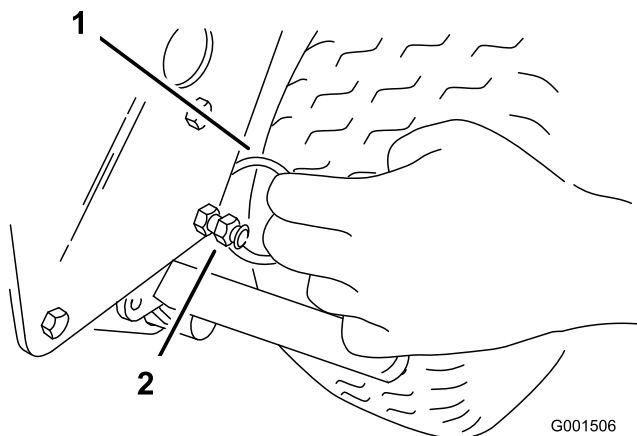

Figure 7
- Saisissez l'anneau fendu (Figure 7) sur le côté droit de la machine, tirez l'anneau et la chaîne hors du côté de la machine et accrochez l'anneau sur le boulon de la protection.